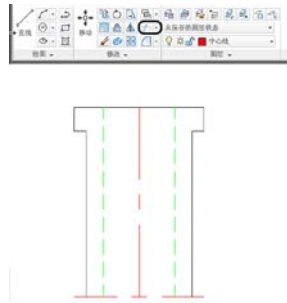

图 3.56 修剪处理
(7) 运用修剪命令，修剪绘图区中需要修剪的部分，完成后的效果如图 3.56 所示。